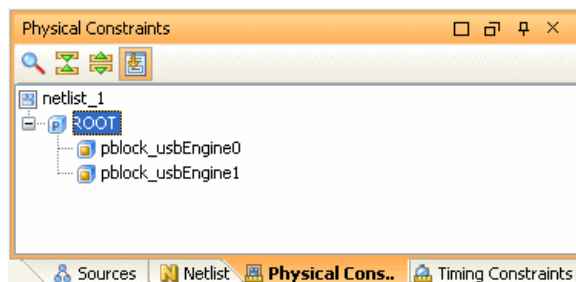

図 7-5： [Physical Constraints] ビューで [ROOT] を選択
1. [Physical Constraints] ビューで、[ROOT] またはいずれかの Pblock をクリックします。図 7-5 では、ROOT Pblock が選択されています。